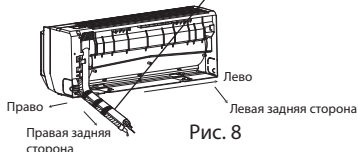

Рис. 8
- 2. Вытяните трубу из корпуса, обмотайте кабель вокруг трубы и протяните из через отверстие для труб (см. Рис.8)